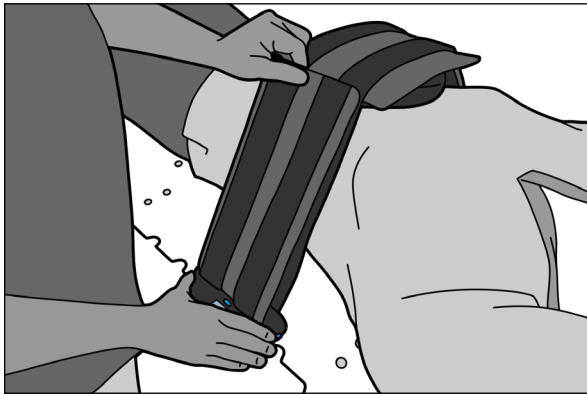

Abb. 11
8. Ziehen Sie den Gurt so fest, wie es der Patient tolerieren kann (Abb. 11).